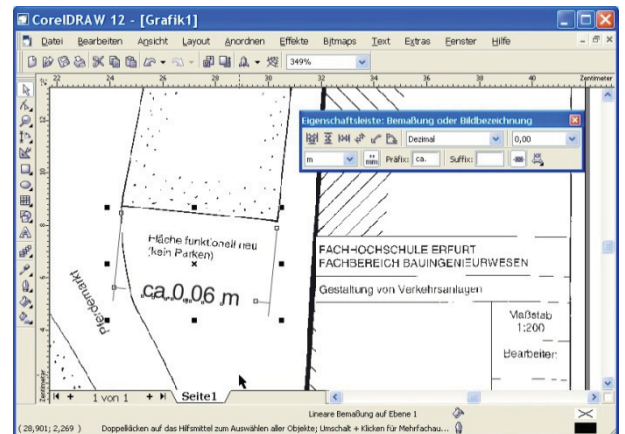

Abb. 9-34: Formatieren von Bemaßung
HM BEMABUNG (in der HM-Palette 5. Zeile, meist im Hintergrund, siehe Abb. 9-9) ► SL EIGENSCHAFTSLEISTE: BEMABUNGSTYP wählen (Abb. 9-34): *Automatisch, vertikal, horizontal, Legende* oder *Winkelbemaßung*
Dies soll hier am Beispiel des Scans einer CAD-Zeichnung im Maßstab 1:200, Format A3 (Abb. 9-34) gezeigt werden.
- Nach dem Importieren der CAD-Zeichnung sollte zunächst eine Kontrollbemaßung eingefügt werden (Abb. 9-34), anhand derer die Richtigkeit der Skalierung geprüft werden kann.